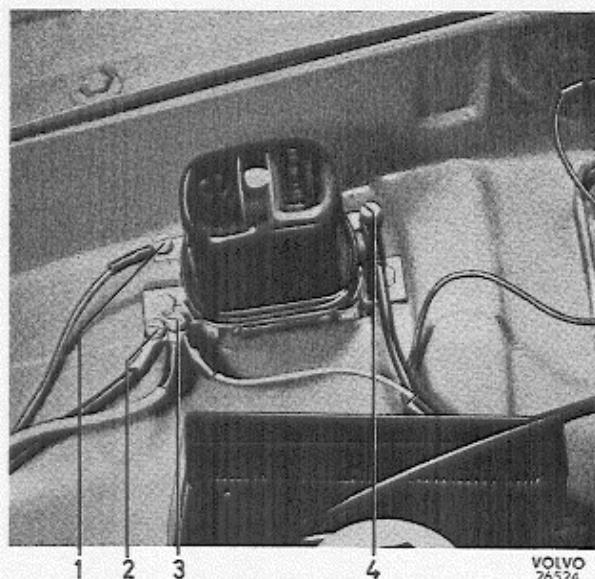

Abb. 31 Anschlüsse des Reglerschalters
3. Die Kabel anschließen, die Kabel sind lt. Abb. 31 zu befestigen.